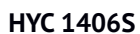
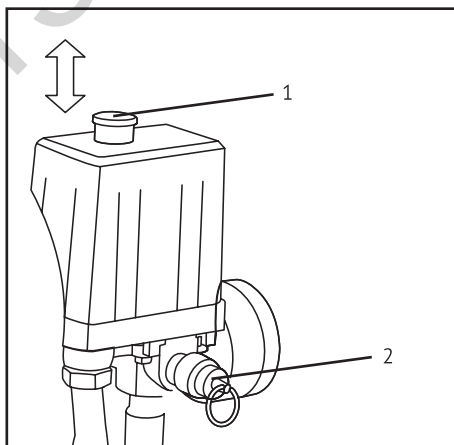

Рис. 1
Рис. 6
- Установите выключатель, расположенный на реле давления в положение **вкл** (Рис. 6, поз. 1). При первом включении или после долгого перерыва позвольте работать компрессору 10 мин. на холостом ходу. Это необходимо для обеспечения смазки всех необходимых узлов компрессора.
- Регулировка давления осуществляется при помощи регулятора выходного давления (рис. 1, 2, 3 поз. 4). Остановка компрессора производится путем нажатия на выключатель, расположенный на реле давления. Рис. 6 поз. 1
- Давление в ресивере можно проверить по показаниям манометра (Рис. 1, 2, 3 позиция 5).
- Для ручной проверки предохранительного клапана дерните за кольцо его чеки (рис. 6, поз.2), чтобы сбросить давление.